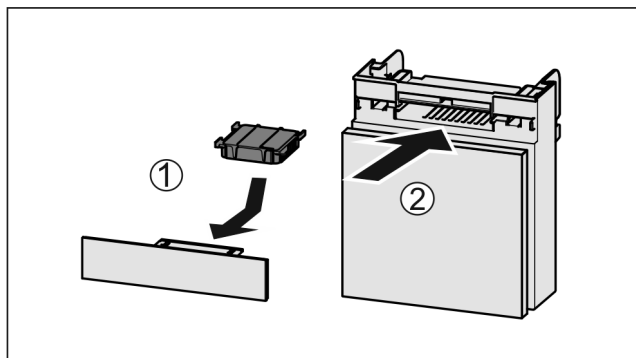

Fig. 167
- ▶ Vložte aktívny uhlíkový filter podľa obrázka Fig. 167 (1).
- ▶ Zasuňte zásuvku Fig. 167 (2).